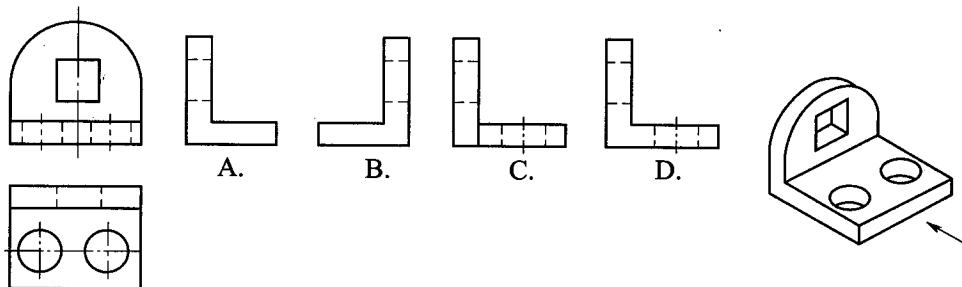

图 I-8
16. 根据如图 I-8 所示的主、俯视图及立体图判断，正确的左视图应是_____。